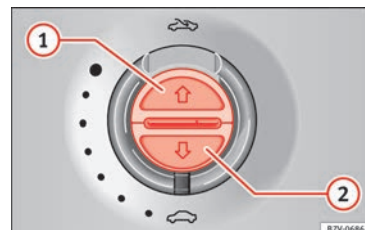

Fig. 59 En el revestimiento interior del techo: teclea para la persianilla parasol.
Abrir por completo (automáticamente):	Pulse la tecla » fig. 59 1 brevemente.
Detener el funcionamiento automático:	Pulse brevemente la tecla » fig. 59 1 o » fig. 59 2.
Ajustar la posición intermedia:	Mantenga pulsada la tecla » fig. 59 ① o » fig. 59 ② hasta alcanzar la posición.
Cerrar por completo (automáticamente):	Pulse la tecla » fig. 59 ② brevemente.
- *Persianilla parasol:* dentro de 5 segundos, tras el disparo de la función antiaprisionamiento, pulse la tecla » fig. 59 ② hasta que la persianilla parasol se cierre por completo.